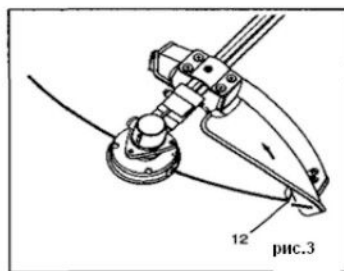

рис.3
3. Прикрутите скобу к рукоятке двумя винтами (см. рисунок 3).